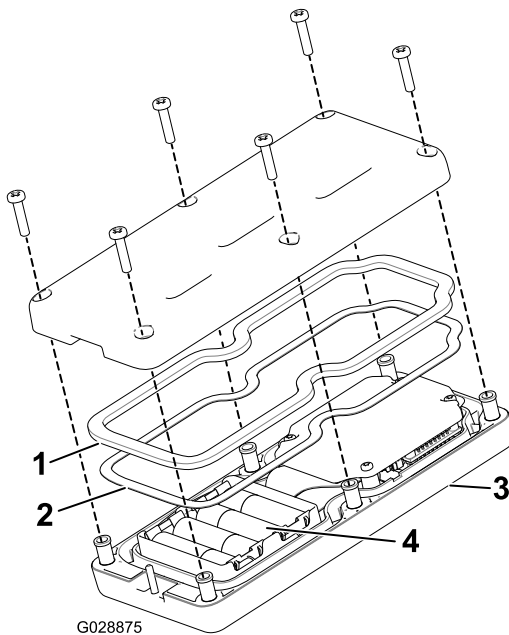

Figura 12
2. Ligue cada pilha no caixe terminal observando a devida polaridade. (Se as pilhas forem incorretamente instaladas, a unidade não será danificada, mas não funciona.) O encaixe tem gravadas marcas de polaridade em cada terminal (Figura 12).
3. Certifique-se de que a junta de aço e o vedante de borracha estão encaixados no canal no comando remoto e volte a colocar a tampa traseira (Figura 12).
4. Prenda a tampa com seis parafusos (Figura 12) e aperte-os com uma força de 1,5 a 1,7 N·m.